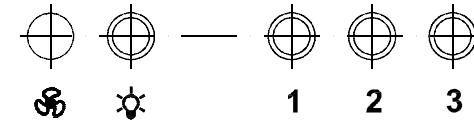

РИС. 8
7.2.1. Кнопочный переключатель (рис. 8) с лампой индикации имеет четыре кнопки с фиксацией.